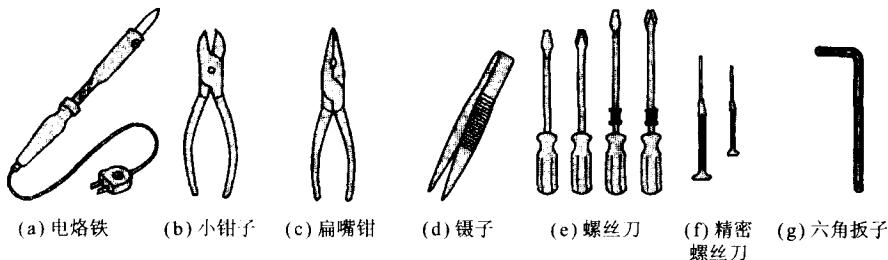

图1.6 各种工具(1)
##### ► 电烙铁(图 1.6(a))
##### ► 小钳子(图 1.6(b))
##### ► 扁嘴钳(图 1.6(c))
► 镊子(图1.6(d))
► 螺丝刀(图1.6(e))
► 精密螺丝刀(图1.6(f))
► 六角扳子(图1.6(g))